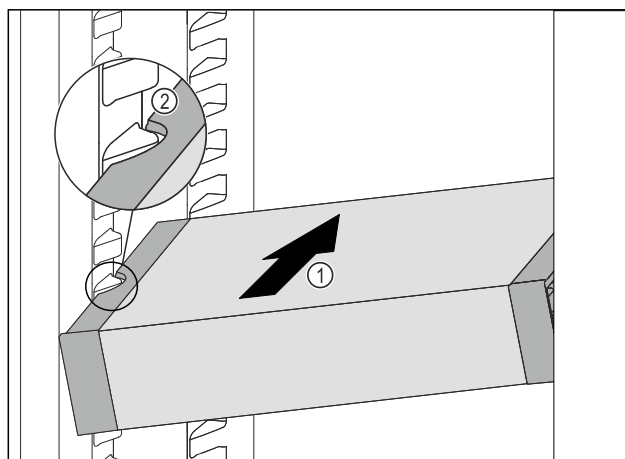

Fig. 167
- Inserire VarioSafe ad angolo nel vano frigorifero Fig. 167 (1), fino a quando le cavità laterali Fig. 167 (2) di VarioSafe non si trovano al livello della nervatura del contenitore nel vano frigorifero.